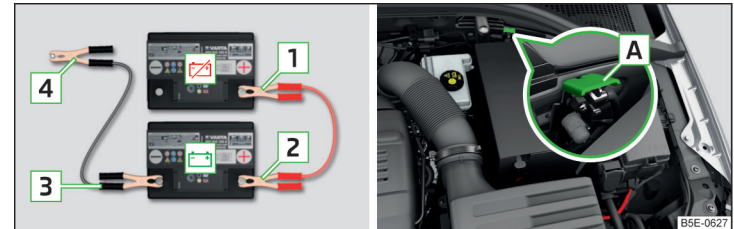

Abb. 214 Starthilfe: ☒ - entladene Batterie, ☒ - stromgebende Batterie / Massepunkt des Motors beim START-STOPP-System
- Bei Fahrzeugen mit dem START-STOPP-System die Klemme **4** am Massepunkt des Motors **A** befestigen » Abb. 214.